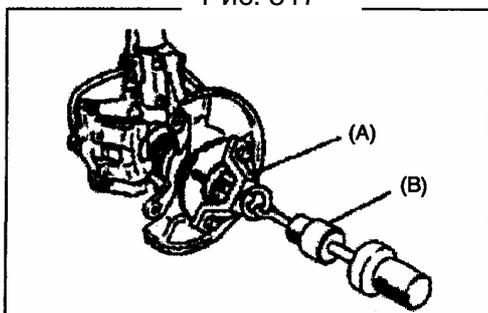

Рис. 518
- 7) Снимите ступицу колеса при помощи специального инструмента (Рис. 518).